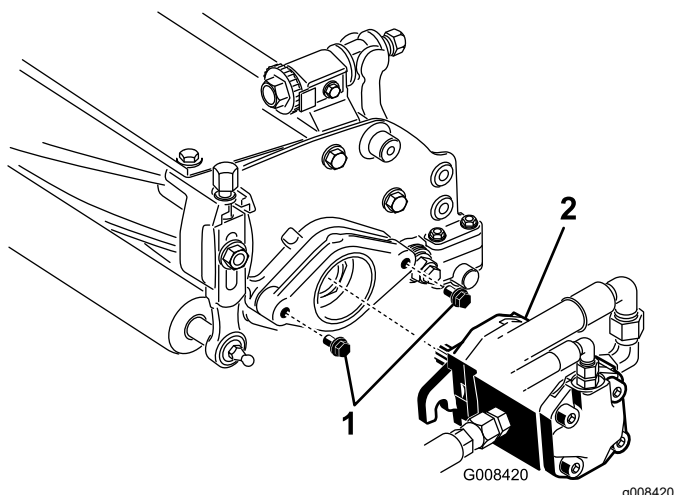

Figura 9
- Assicuratevi che su ciascun bullone di montaggio del motore principale del cilindro sporgano circa 13 mm di filettatura (Figura 9).
- Spalmate grasso pulito sull'albero scanalato del motore e montate il motore ruotandolo in senso orario in modo che le relative flange non tocchino i prigionieri. Ruotate il motore in senso antiorario, finché le flange non circondano i prigionieri (Figura 9).
- Serrate i bulloni di fissaggio (Figura 9).